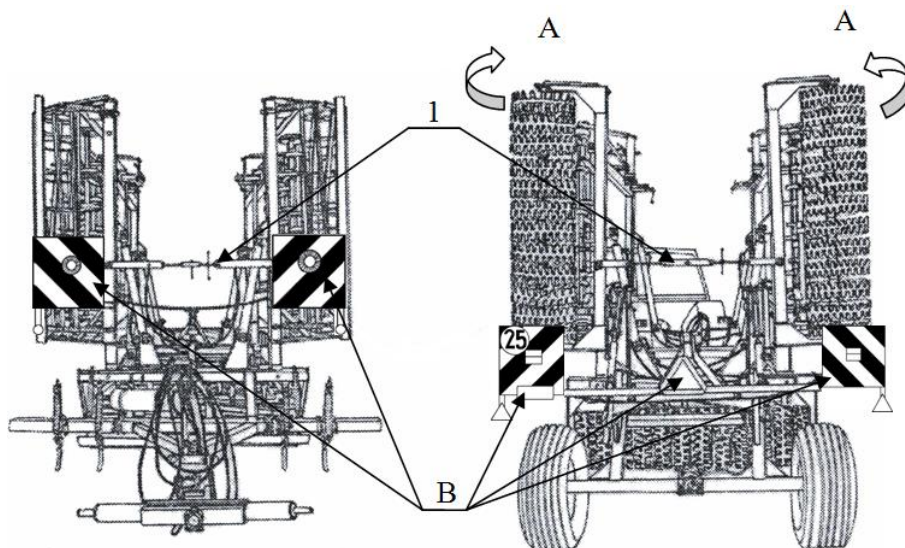

Рисунок 9 Езда на поле - транспортирование ATLAS XXL (4,5 м ÷ 10,0 м)
- агрегат следует привести в рабочее положение, заранее следует отцепить соединяющую тягу *Рисунок 9 поз. 1* ATLAS XXL (4,5м÷10,0м). У агрегатов ATLAS XXL (3,0м і 4,0м) следует снять блокировку цилиндров *Таблица 5b поз. 11*